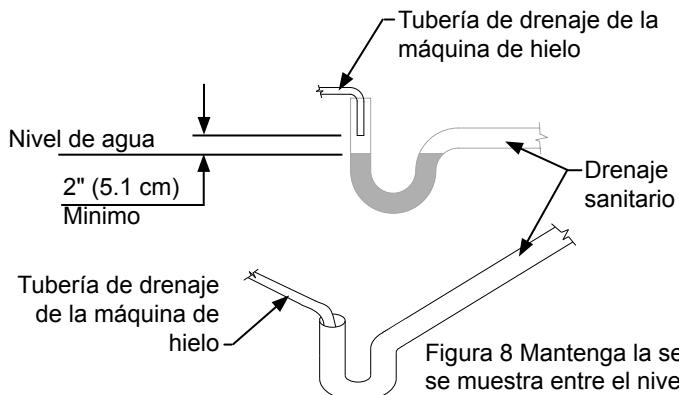

Figura 8 Mantenga la separación de 2 "como se muestra entre el nivel de agua de drenaje y el extremo de la tubería de drenaje de la máquina de hielo.
- La tubería de drenaje está conectada a un drenaje abierto (la Figura 8).
Para el suministro de agua use una tubería de cobre de 1/4", disponible en cualquier ferretería o en un distribuidor de artículos de plomería. Asegúrese de no doblar la tubería de cobre de 1/4" durante su instalación. Cuando compre la tubería de cobre, tenga en cuenta que deberá dejar una espira detrás de la unidad a modo de "bucle de servicio"; esto permitirá retirar el aparato de la instalación para su mantenimiento o limpieza (vea la Figura 8). Conecte la tubería de cobre a un punto alto de un caño de agua fría para evitar que la máquina de hielo se obstruya con sedimentos.
IMPORTANTE: Asegure la tubería de suministro de agua a la parte posterior del gabinete con el tornillo y la abrazadera de sujeción montada en la esquina del panel posterior (vea la Figura 8).